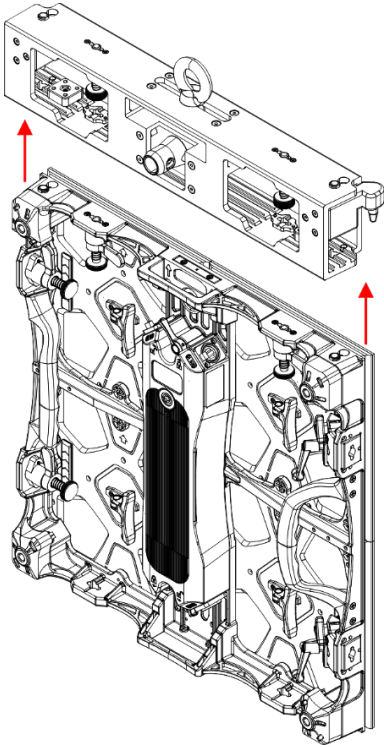
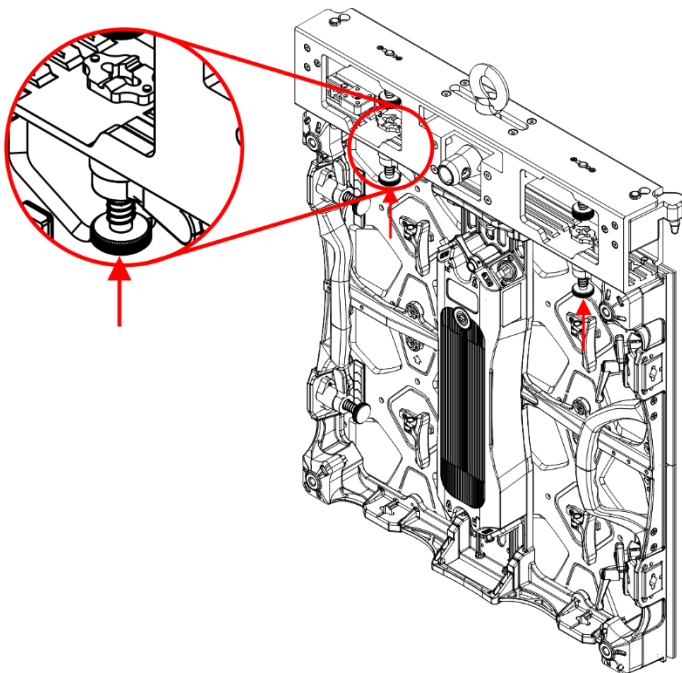

Fig. 31
Fig. 32
- 01) Coloque la pantalla LED debajo del dispositivo y deje que la tira magnética de la parte superior de la pantalla LED se acople a la parte inferior del dispositivo como se muestra en la Fig. 31.
- 02) Gire la **palanca (C)** en sentido antihorario.
- 03) Empuje hacia arriba el **cierre rápido con resorte (D)** izquierdo de la pantalla LED y gírelo 90° en sentido horario o antihorario como se muestra en las Fig. 32 y 33.